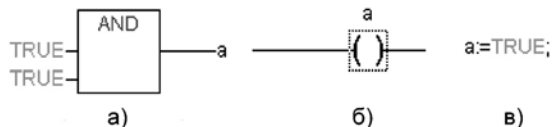
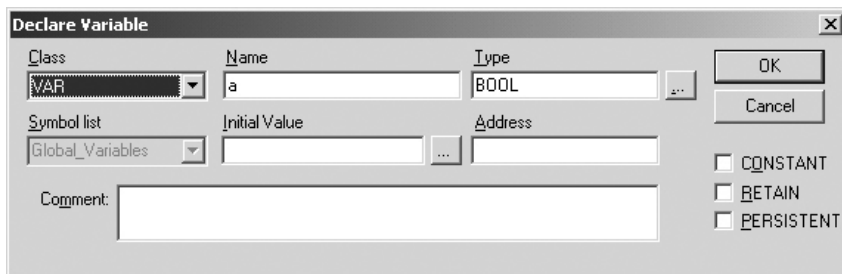

Рисунок 7.3 - Примеры программ на языках FBD (а), LD (б) и ST (в)
Рисунок 7.4 - Ассистент ввода для объявления переменной
7.5 В зависимости от выбранного языка программирования откроется окно, в котором необходимо создать программу, исполняемую на контроллере. Простейшей программой на языке ST является символ «;». Такой программы достаточно для проверки связи с контроллером. Примеры программ на языках FBD, LD и ST приведены на рис. 7.3.
При написании любого из примеров программ, представленных на рис. 7.3, будет вызван ассистент ввода (рис. 7.4) для описания переменной **a**.